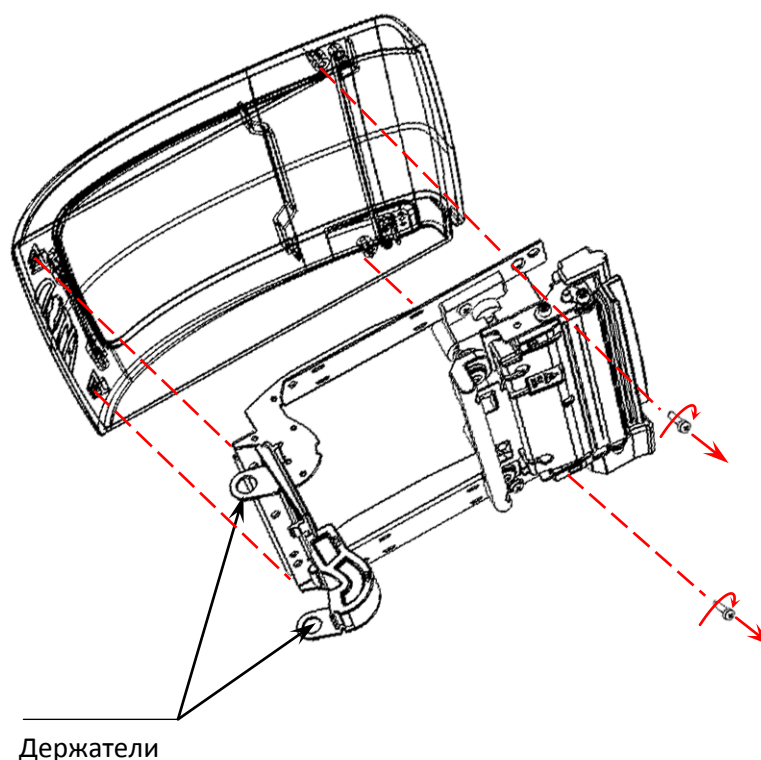

Рисунок 17. Крепление рычага в крышке
1. Отделить металлический рычаг от крышки лотка для ЧЛ (смотрите рисунок 17).
9. Прикрепить металлический рычаг к крышке лотка для ЧЛ (смотрите рисунок 17).